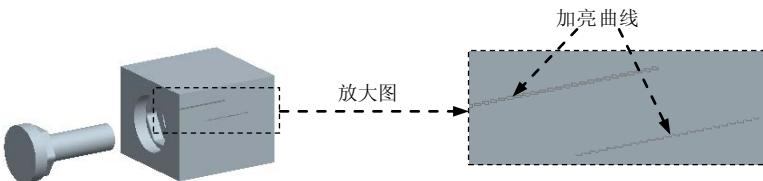

图 24.14 加亮曲线
Step2. 选取静态零件。在系统  的提示下，将鼠标指针移至模型中并右击，选取快捷菜单中的 **从列表中拾取** 命令。在系统弹出的“从列表中拾取”对话框中，单击列表中的统计零件 **BOLT_MOLDING.PRT**，然后单击 **确定 (①)** 按钮。
Step3. 此时，在系统信息区中提示 **• 检查移动零件UPPER_MOLD_VOL与固定零件BOLT_MOLDING的干扰...** 一段时间后，模型中出现加亮曲线，指示图 24.14 所示的干涉位置。